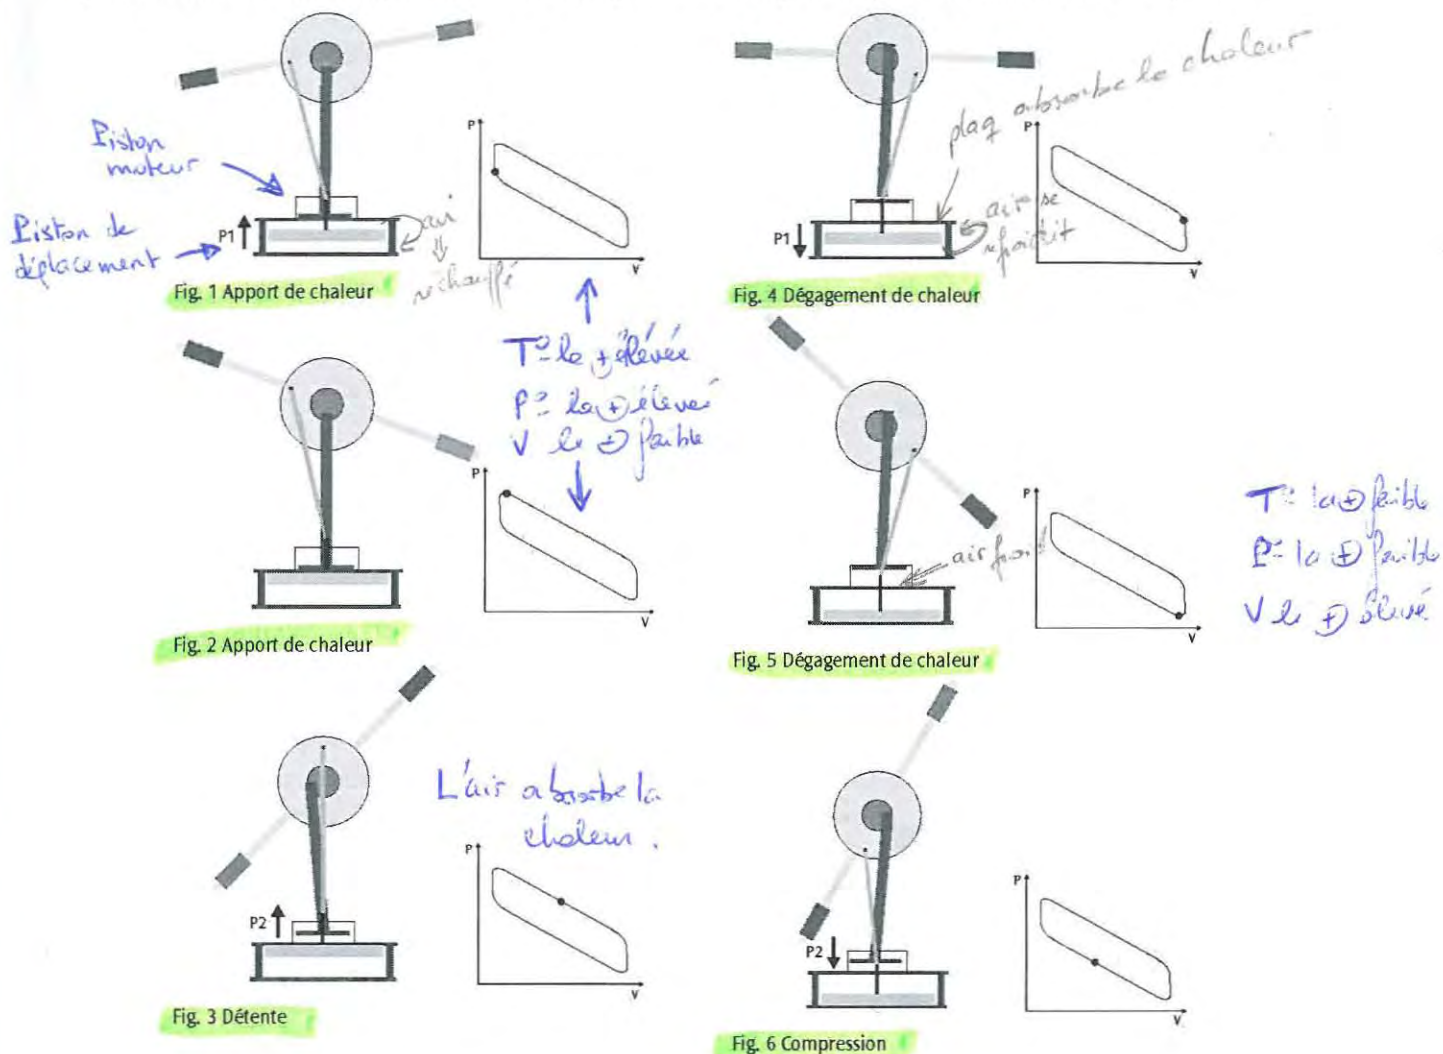

Figure 3 : Principe de fonctionnement du moteur expérimental
- Observer le cycle de fonctionnement du moteur et comparer les déplacements des pistons à ceux décrits dans la figure 3.